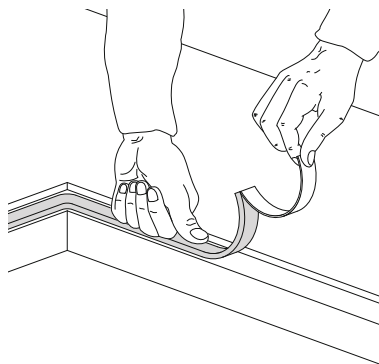

Fig.5: posizionamento della guarnizione isolante
- Prima di posizionare il piano occorre stendere su tutta la superficie della fresatura la guarnizione sigillante fornita in dotazione [Fig.5].